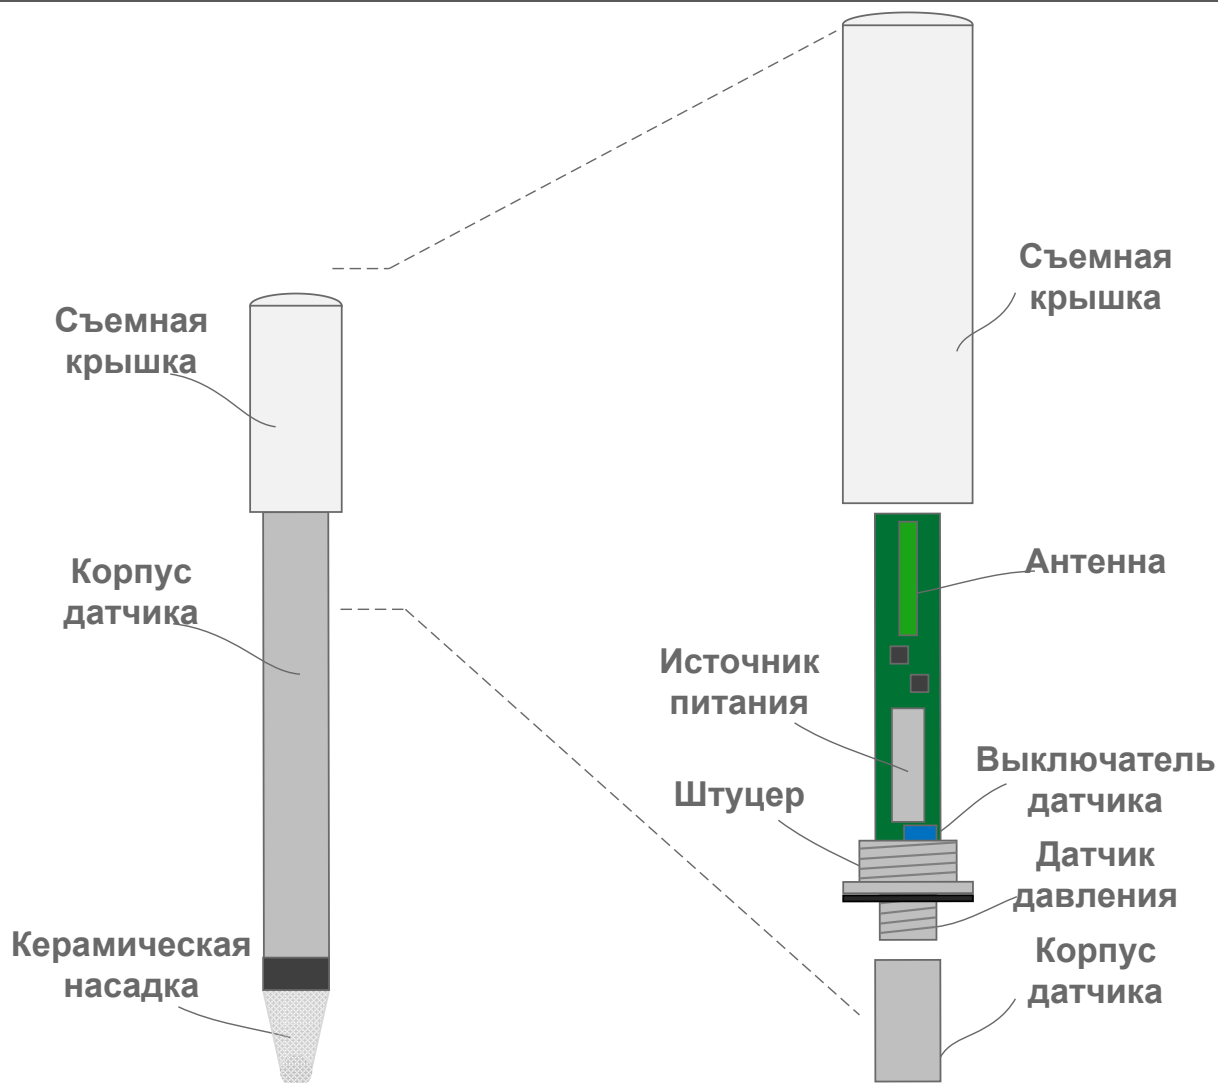

Рис. 1 Расположение основных компонент датчика
1.3.1. На Рис. 1 представлено расположение основных компонент датчика.
- включить (выключить) датчик при помощи переключателя, обозначенного как «выключатель датчика» на Рис. 1;